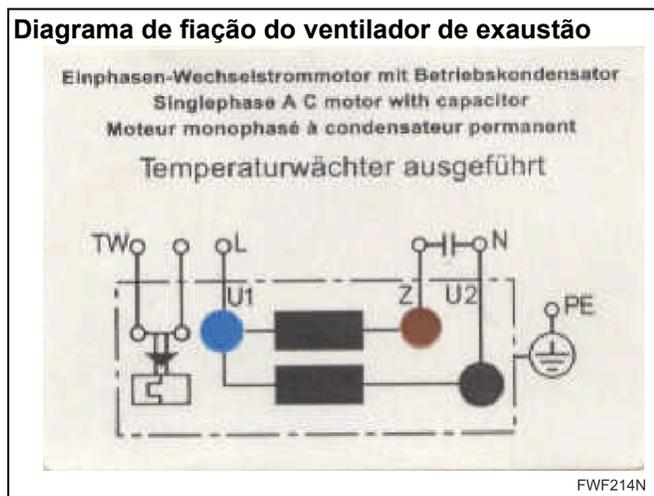

Figura 54
- O ventilador de exaustão principal é radial, com as pás inclinadas para trás, e com um motor de indução monofásico integrado. A proteção da temperatura é integrada à bobina do motor (consulte *Figura 54*).